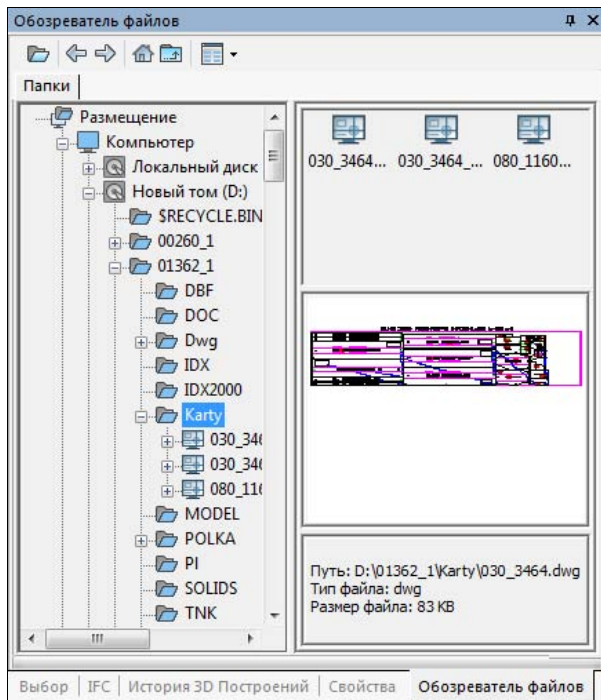

Рис. 5.8. Функциональная панель Обозреватель файлов
Функциональная панель **Обозреватель файлов** (рис. 5.8) сочетает в себе свойства проводника файловой системы компьютера и браузера таблиц определений чертежных файлов, причем элементы этих таблиц (именованные объекты) могут копироваться в текущий чертеж. Под таблицами определений понимаются внутренние таблицы слоев, листов, внешних ссылок, определений блоков, типов линий, текстовых и размерных стилей.
- ◆ описание отмеченного элемента (если оно сохранено внутри элемента — например, пояснение к описанию блока) или путь к файлу (как на рис. 5.8).